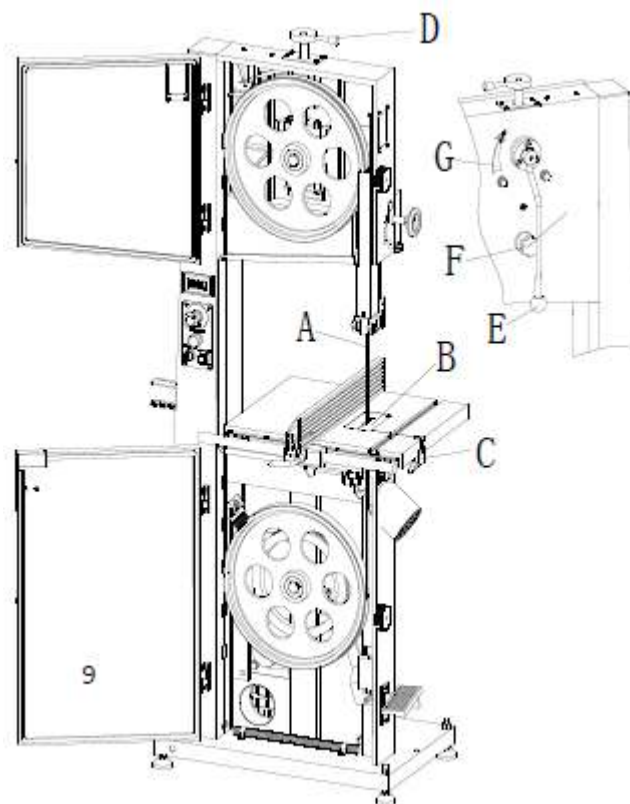

Рис. 11
1. Быстро повернуть рукоятку регулировки натяжения (E) в положение фиксации и повернуть рукоятку регулировки натяжения полотна пилы (D) для регулировки натяжения.
4. Отрегулировать траекторию пилы так, чтобы она всегда находилась по центру шкива и большая часть в верхнем положении шкива, см. рис. 11.